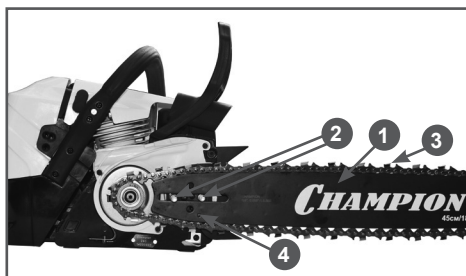

Рис. 4 Установка шины и цепи
4. Установите направляющую шину (1) на шпильки (2) так, как показано на Рис. 4 и сдвиньте ее в сторону муфты сцепления для облегчения установки пильной цепи.
5. Установите пильную цепь на направляющую шину так, как показано на Рис. 4. При установке цепи следите за тем, чтобы режущая кромка зуба (3) была расположена вперед по ходу движения цепи, т.е. по часовой стрелке.
При установке крышки следите за тем, чтобы палец натяжения цепи совпал с отверстием (4) в направляющей шине (Рис. 4).